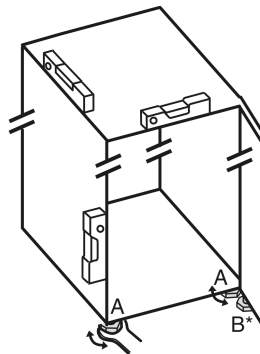

Fig. 27
- ▶ Skru de justerbare fødder Fig. 27 (A) ud ved hjælp af den medfølgende gaffelnøgle og et vaterpas, indtil hvidevaren står fast og i vater.
- ▶ Skru den justerbare fod Fig. 27 (B) på lejubukken af med den medfølgende gaffelnøgle, indtil den hviler på gulvet.
- ▶ Drej den justerbare fod Fig. 27 (B) 90° videre.